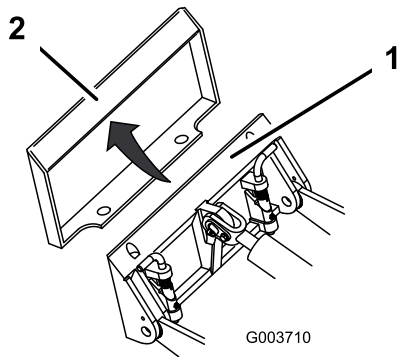

Figura 13
- Coloque la placa de montaje debajo del reborde superior de la placa receptora del accesorio (Figura 13).